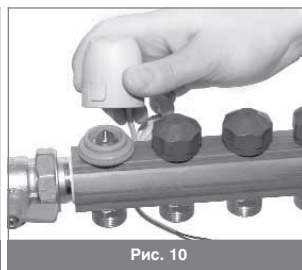

Рис. 10
4. Установить сервомотор на адаптере и повернуть на произвольный угол в зависимости от требований (рис. 10).